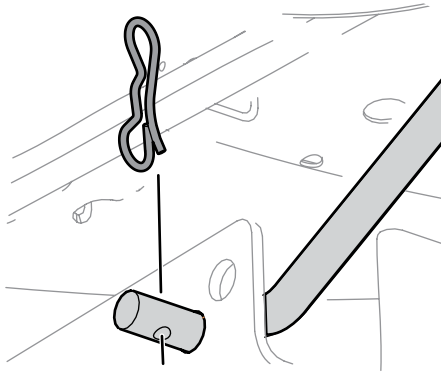

Figura 4-5
- Tire del pasador de chaveta con unión curva hacia afuera de la varilla de elevación delantera de la plataforma que la sujeta a la plataforma. Vea la Figura 4-5. Saque la varilla de elevación de la plataforma de la ménsula de suspensión frontal.